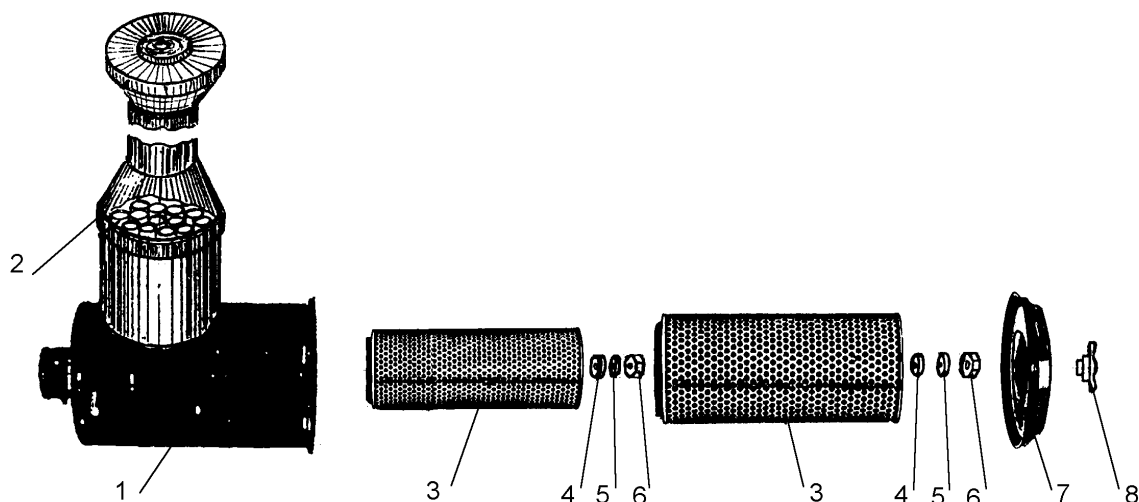

Рис. 65 Воздухоочиститель
Обслуживание фильтроэлементов (кассет) воздухоочистителя производите при срабатывании сигнализатора засорённости. Для демонтажа фильтров 3 (рис. 65) необходимо отвернуть гайку - барашек 8, снять крышку 7 и последовательно отвернув гайки 6 вынуть их из корпуса воздухоочистителя.
- каждую кассету 3 (рис. 65) установить в корпус воздухоочистителя до упора;
КАТЕГОРИЧЕСКИ ЗАПРЕЩАЕТСЯ работать с засорённой или обледенелой сеткой крышки воздухозаборной трубы (рис. 65) и без свободного выхода газов из выхлопной трубы, так как это приводит к попаданию выхлопных газов через трубу отсоса пыли к кассетам воздухоочистителя.